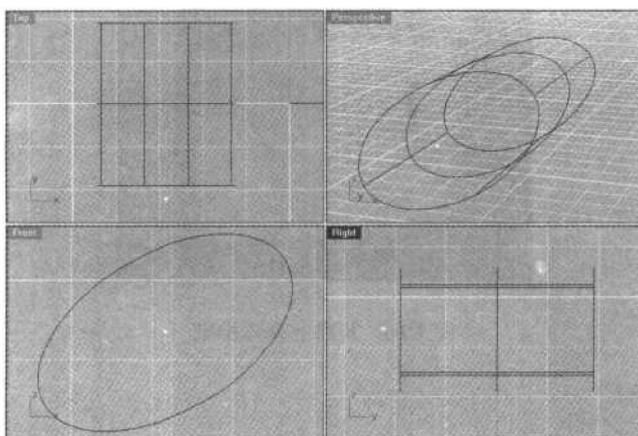

图 1.18 建立点制作按钮的凸面
- (2) 选择其中一个椭圆柱,选择 Invert Selection and Hide Objects (反向选择并隐藏物体)工具,为了方便按键的制作,隐藏除这个椭圆柱以外的所有物体。
- (3) 选择 Explode (爆炸)工具把椭圆柱爆炸开。
- (4) 现在的椭圆柱已经变成互相独立的 3 个面,我们把两个底面删除。
- (5) 选择 Single Point (画点)工具画出一个点,移到如图 1.18 所示的位置。